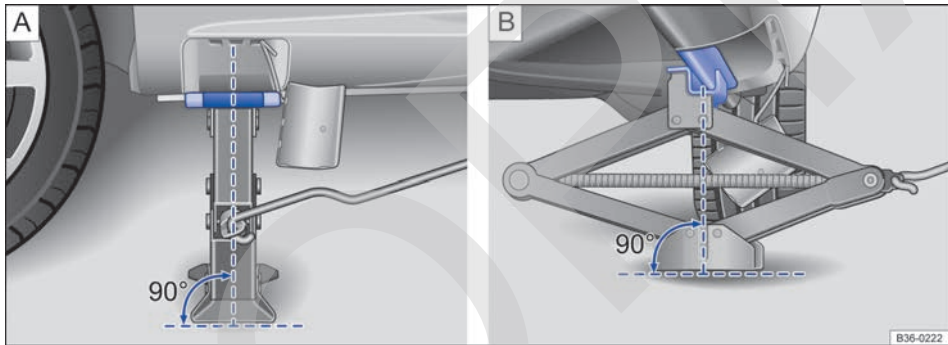

Fig. 275 Gato colocado en el lado izquierdo del vehículo, en la zona trasera.
10. Asegúrese de que toda la base del gato descanse firmemente sobre el suelo y de que se encuentre exactamente debajo del punto de apoyo en vertical → fig. 275.
11. Centre el gato y siga subiéndolo con la manivela hasta que la garra sujete el refuerzo de debajo del vehículo → fig. 275.
- Coloque el gato únicamente en los puntos descritos. La garra del gato deberá sujetar bien el refuerzo del larguero inferior → fig. 275.